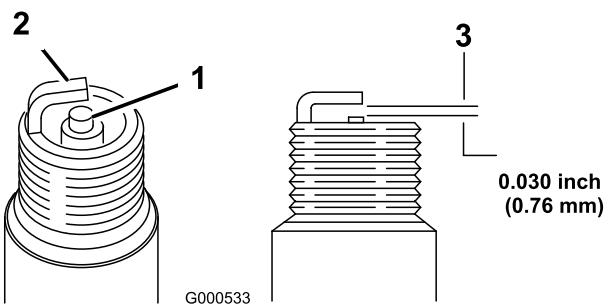

Figura 37
1. Mire la parte central de la bujía (Figura 37). Si se observa un color gris o marrón claro en el aislante, el motor está funcionando correctamente. Si el aislante aparece de color negro, significa que el limpiador de aire está sucio.
2. Compruebe la separación entre los electrodos central y lateral (Figura 37). Si la distancia no es correcta, doble el electrodo lateral (Figura 37).